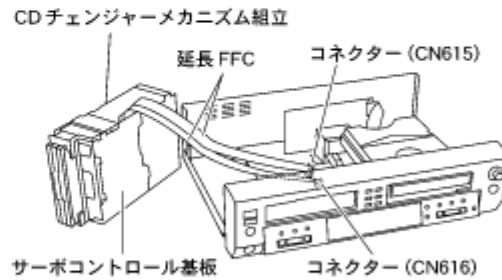

図 2
■サーボコントロール基板のチェック (図2参照)
2. 図2の状態で作成基板のチェックを行なう。